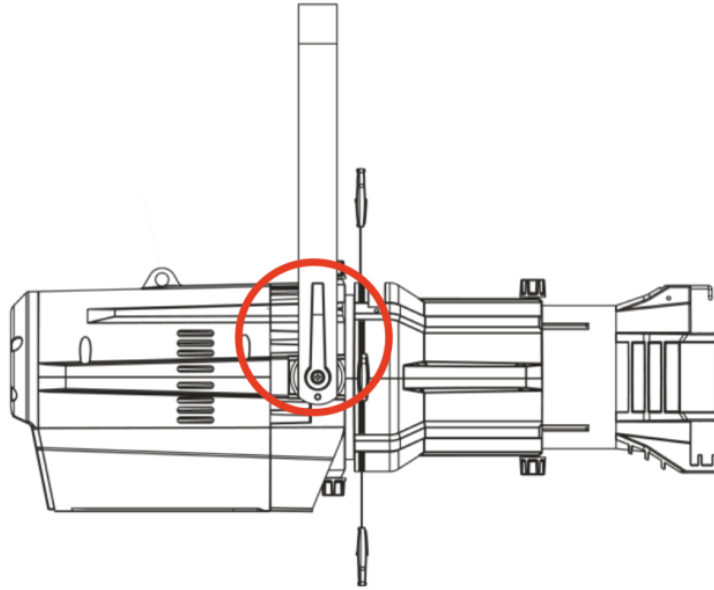

Fig. 10
- 02) Inclinare il dispositivo fino alla posizione desiderata (Fig. 10).